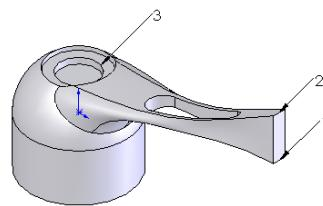
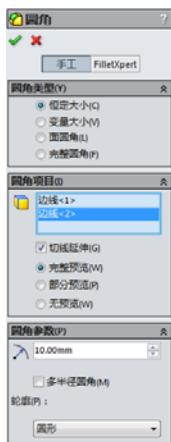
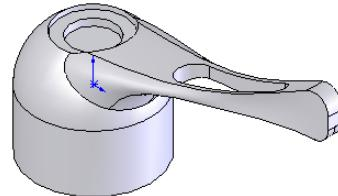
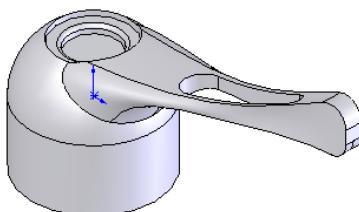

图 6-109 设置视图方向后的图形
图 6-110 “圆角”属性管理器
图 6-111 圆角实体后的图形
图 6-112 圆角实体后的图形
39 设置视图方向。单击“前导视图”工具栏中的“等轴测”图标 $\oplus$ ，将视图以等轴测方向显示，结果如图 6-109 所示。
40 圆角实体。在菜单栏中选择“插入” $\rightarrow$ “特征” $\rightarrow$ “圆角”命令，或者单击“特征”工具栏中的“圆角”图标按钮 $\text{圆角}$ ，此时系统弹出如图 6-110 所示的“圆角”属性管理器。在“圆角类型”一栏中，点选“等半径”选项；在“半径”一栏中 $\text{输入} 10\text{mm}$ ；在“边线、面、特征和环”一栏中，选择图 6-109 中的边线 1 和边线 2。单击属性管理器中的“确定”图标按钮 $\checkmark$ ，完成圆角实体，结果如图 6-111 所示。
**41** 圆角实体。重复步骤 **40**，将图 6-109 中的边线 3 圆角半径为 2 的圆角，结果如图 6-112 所示。